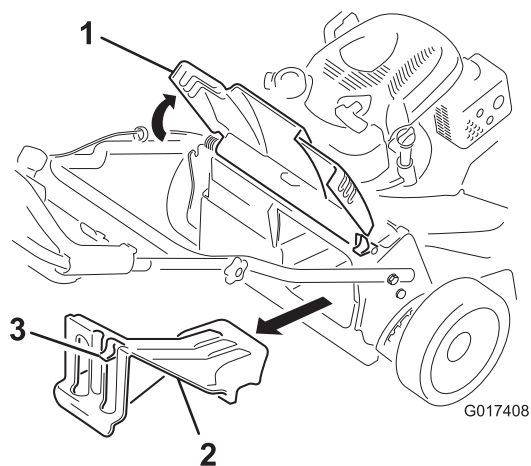

Figure 27
1. Soulevez le déflecteur arrière et maintenez-le dans cette position (Figure 27).
2. Retirez l'obturateur d'éjection arrière en appuyant sur le verrou avec le pouce et en tirant l'obturateur hors de la machine (Figure 27).